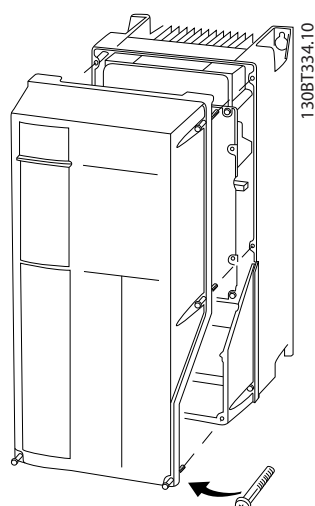

Bild 4.20 Åtkomst till styrkablar för A4, A5-, B1-, B2-, C1- och C2-kapslingar
- Du kan också ta bort frontplåten genom att lossa skruvarna. Se Bild 4.20.
Alla MCO 361-plintar sitter bredvid styrkortet. Ta bort frontskyddet för att få åtkomst, se Bild 4.20.